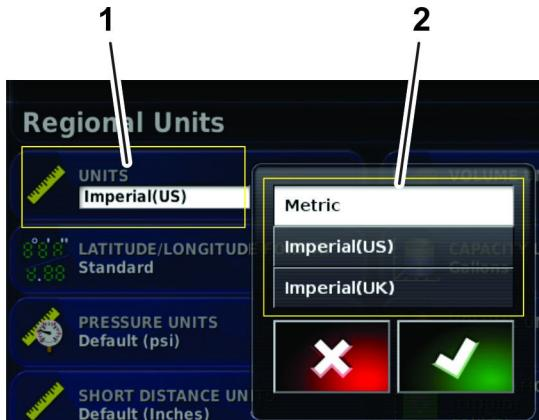

Рисунок 20
5. Выберите нужные единицы измерения и норму внесения и нажмите на значок подтверждения (Рисунок 20).